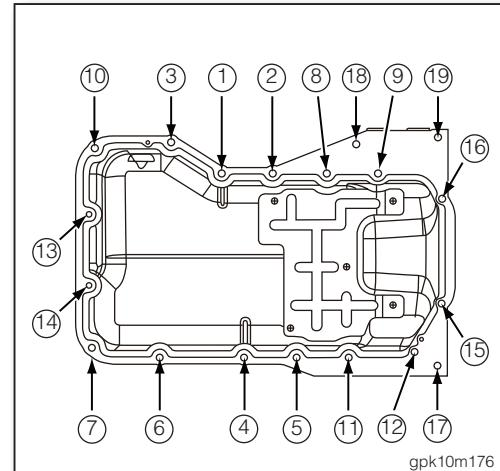

图6
3. 依①~⑯顺序锁紧油底壳的固定螺栓(如图6)。
- 油底壳的固定螺栓①~⑫、⑯~⑰锁紧扭力(如图6)。
- 油底壳的固定螺栓⑬、⑭锁紧扭力(如图6)。